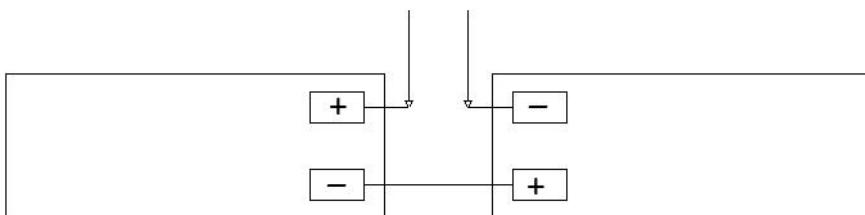

Рисунок 3. Схема подключение АКБ
2.9. При отключении питания от сети переменного тока прибор автоматически переходит на питание от резервных аккумуляторов (**эксплуатация прибора без подключенных аккумуляторов запрещена**). Схема подключения АКБ приведена на рис. 3.
- вход «АКБ+» и «АКБ-» служит для подключения резервного источника питания. Схема подключения АКБ приведена на рис. 3.
9.5. Электрические соединения прибора при установке производятся в соответствии со схемой подключения (рис. 3).